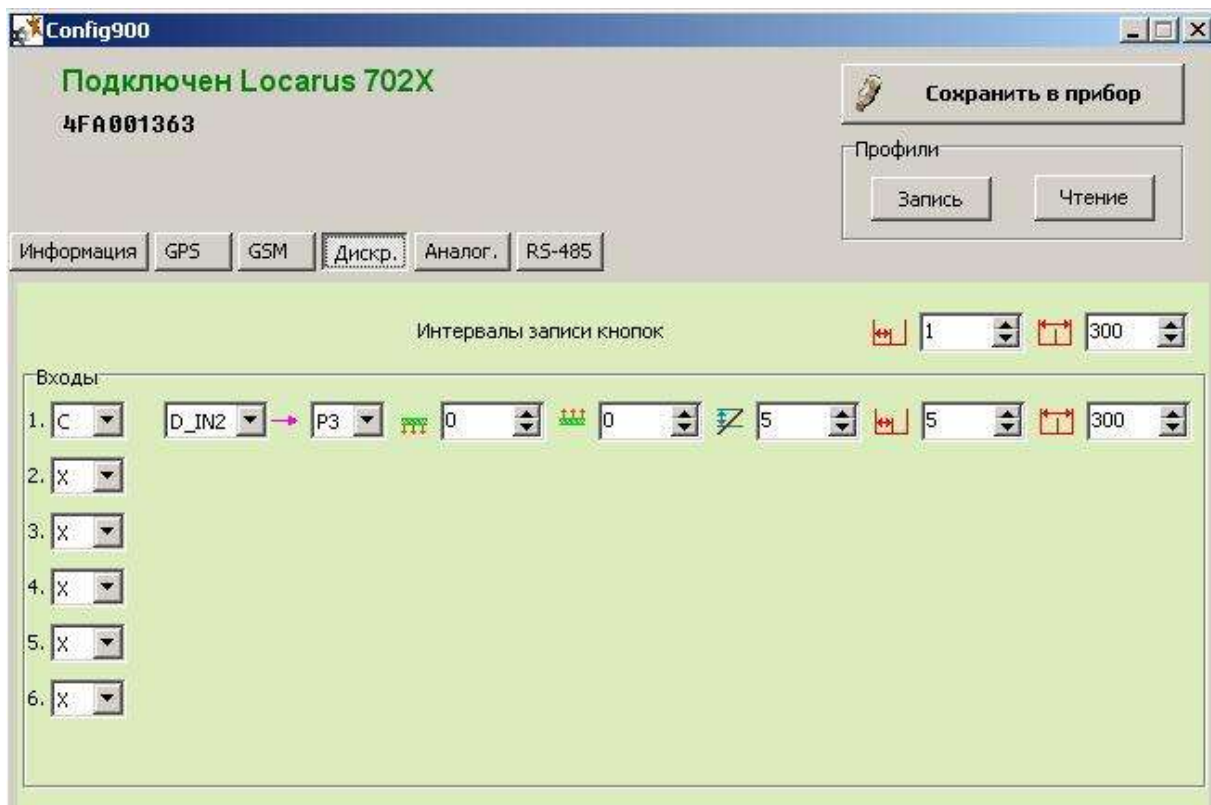

Рисунок 1
- 3.2. Терминал настраивается с помощью сервисной программы config900 (Рис.1):